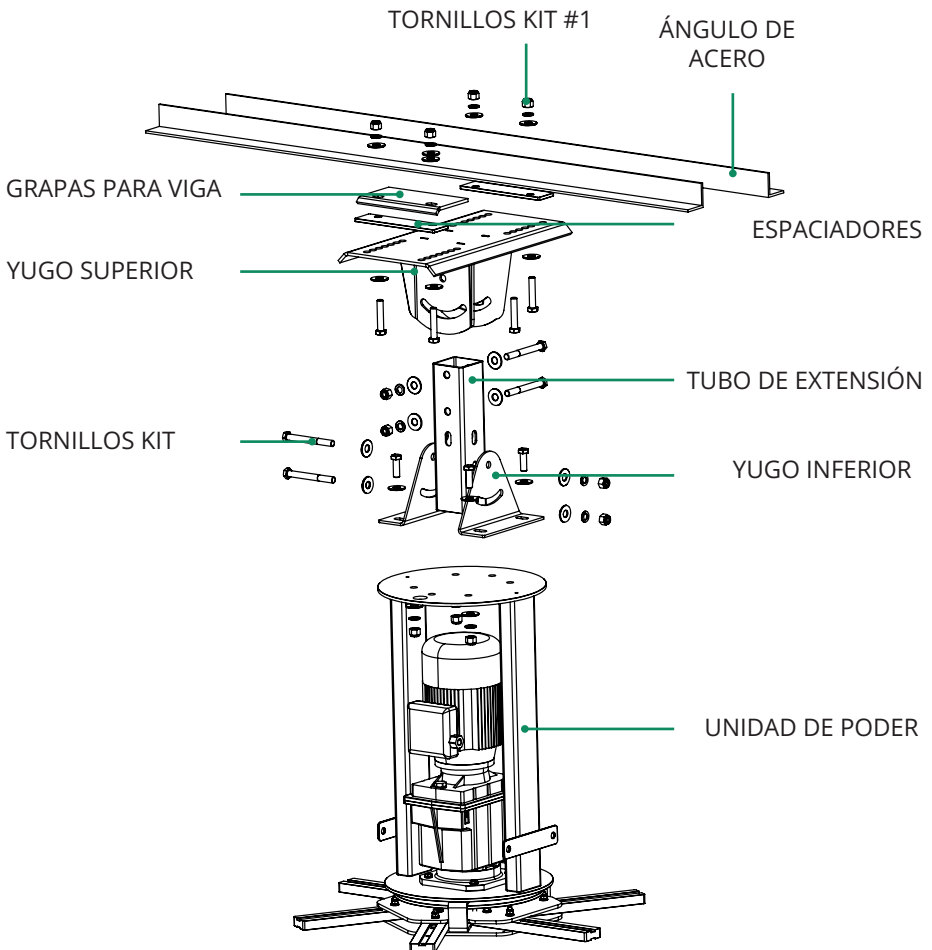

Fig. 5.10
- e)** Acople el bastidor del motor al yugo inferior y ajuste con el kit de tornillos #3 (Fig. 5.10).